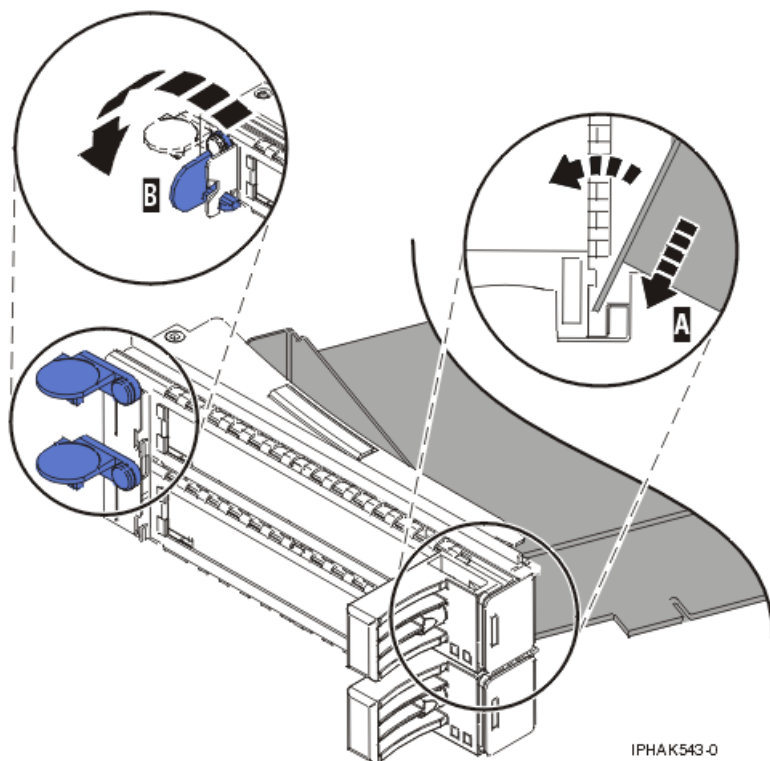

Figura 74. Adaptador que s'ha tornat a col·locar al casset d'adaptadors PCI
- a. Amb l'armella de la contrapunta en posició d'obert, inseriu l'adaptador amb fermesa al canal A de retenció de la contrapunta. Consulteu Figura 74 a la pàgina 82.
- d. Col·loqueu les peces de retenció per subjectar l'adaptador i després gireu el clip de retenció **B** fins a la posició de tancat. Consulteu Figura 74.